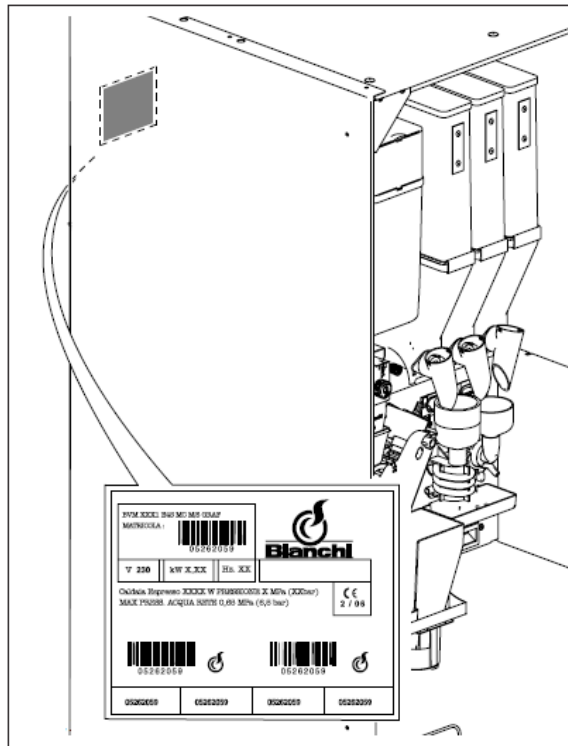

Рис.1
- Данные, зарегистрированные по серийному номеру (рис.1)